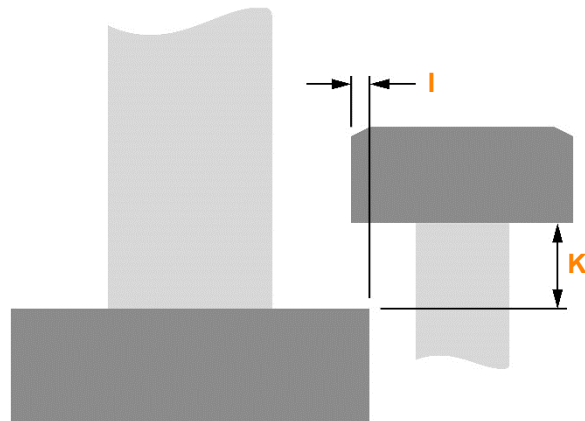

Abbildung 3.2 Eingabeparameter I und K
- li = Weg für die radiale Bewegung unter den Tastereinsatz bei Kalibrierung der Tastereinsatz-Unterseite (siehe Abbildung 3.2).
- Kk = Sicherheitsabstand unterhalb des Tastereinsatzes bei Kalibrierung der Tastereinsatz-Unterseite (siehe Abbildung 3.2).